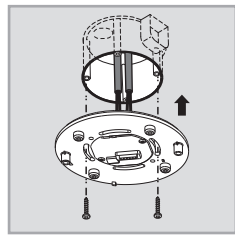

FIG. 15
3.3.3.3 Placer le boîtier électrique dans la boîte de dérivation standard, puis les fixer à l'aide de deux vis (voir FIG. 15).